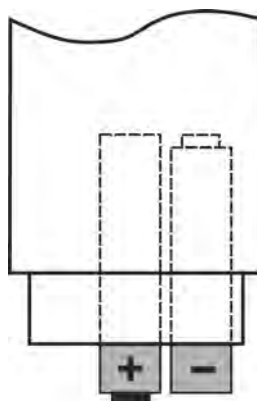

Fig. 8: Sostituzione batterie
3. Inserire le batterie nuove dello stesso tipo (vedere § 7.1.2) rispettando le polarità indicate (vedere Fig. 8)